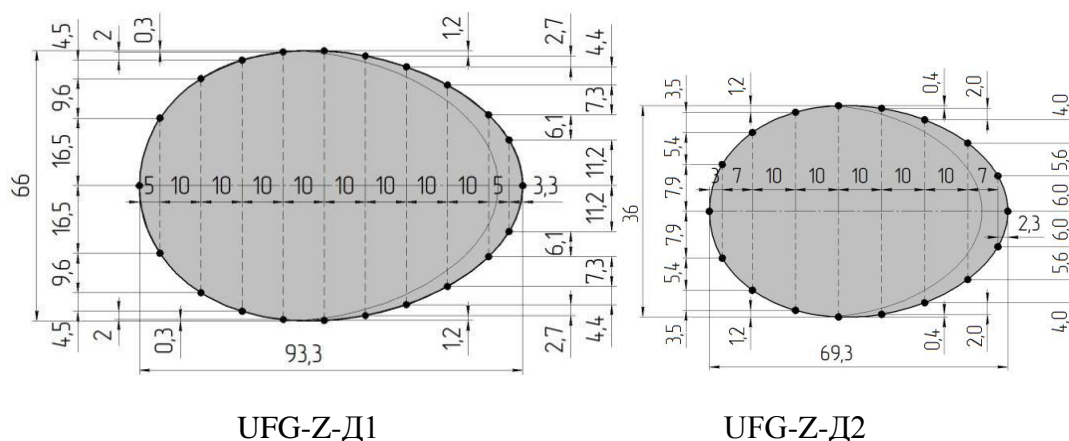

Рисунок 2.18 – Шаблоны отверстий для установки патрубков UFG-Z
- при отсутствии кондуктора и других приспособлений отверстие в трубопроводе допускается вскрыть в соответствии с шаблоном (рисунок 2.18);